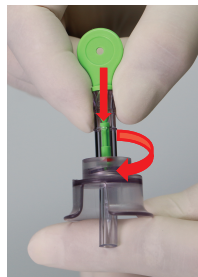

图 5
- 通过顺时针转动将液筒插入灌注适配器，如图 5 所示。将灌注适配器尖头的保护套筒拔掉。